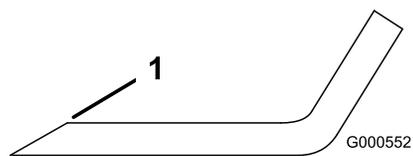

Figura 75
1. Affilate i taglienti da entrambe le estremità della lama con una lima (Figura 75).
**Nota:** Se la lama non è bilanciata, limate del metallo soltanto dalla costa (Figura 75).